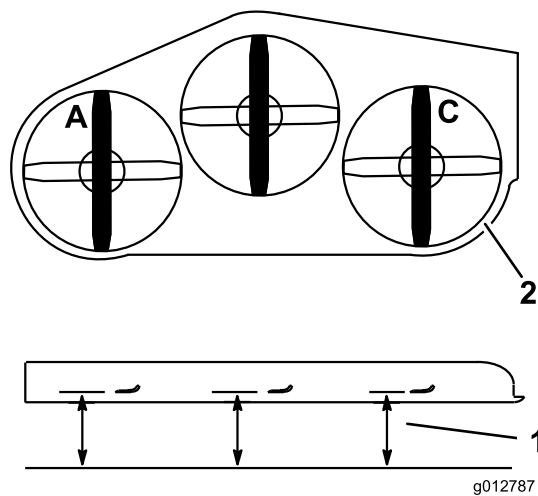

Figura 86
- Coloque la cuchilla izquierda en posición longitudinal (Figura 86).
- Mida la cuchilla izquierda en la posición **A** desde una superficie nivelada hasta el filo de corte de la punta de la cuchilla, y anote esta medida (Figura 86).
- Coloque la cuchilla derecha en posición longitudinal (Figura 86).
- Mida la cuchilla izquierda en la posición **C** desde una superficie nivelada hasta el filo de corte de la punta de la cuchilla, y anote esta medida (Figura 86).
2. Coloque la cuchilla izquierda en posición longitudinal (Figura 86).
3. Mida la cuchilla izquierda en la posición **A** desde una superficie nivelada hasta el filo de corte de la punta de la cuchilla, y anote esta medida (Figura 86).
4. Coloque la cuchilla derecha en posición longitudinal (Figura 86).
5. Mida la cuchilla izquierda en la posición **C** desde una superficie nivelada hasta el filo de corte de la punta de la cuchilla, y anote esta medida (Figura 86).